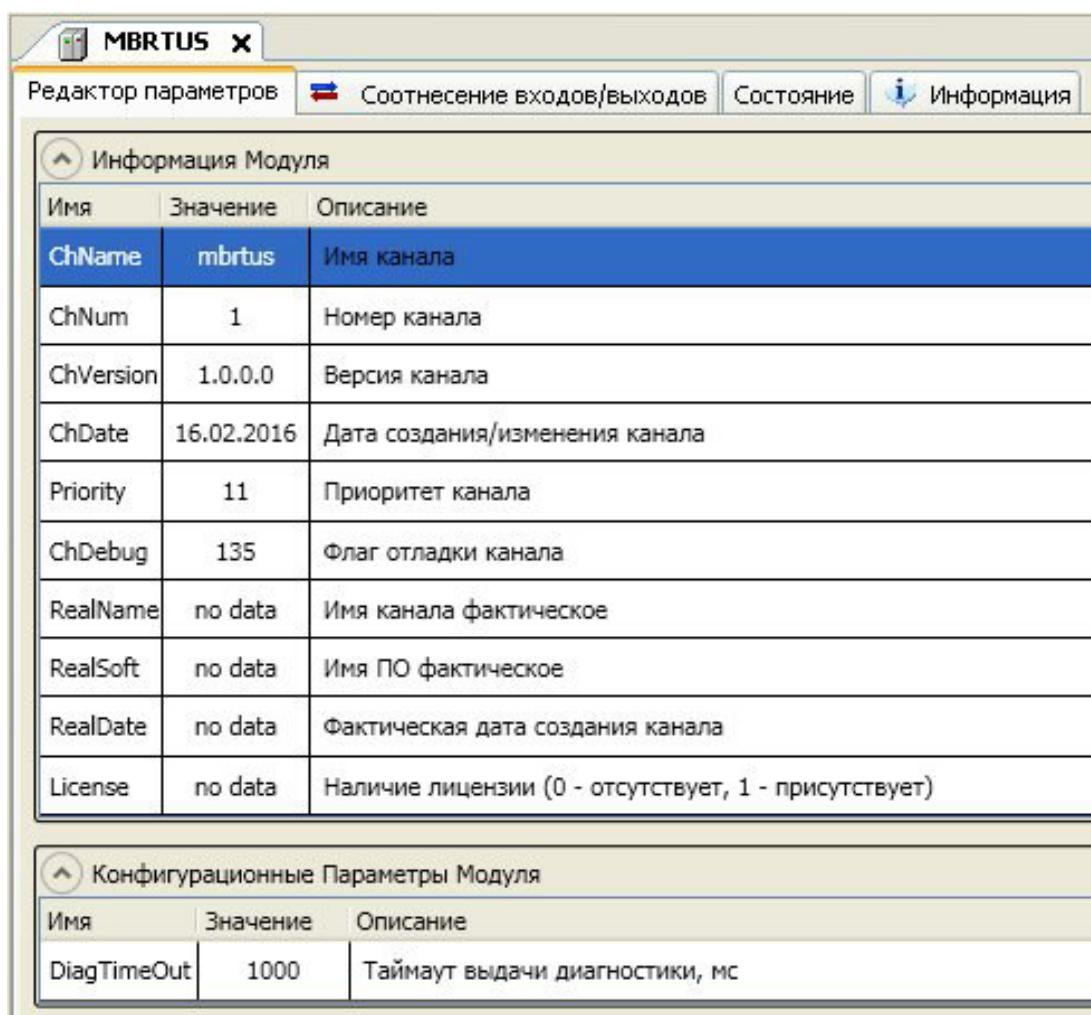

Рисунок 3.36 – Модуль MBRTUS. Закладка Редактор параметров
- 2 Перейти на закладку **Редактор параметров** (см. рисунок 3.36).